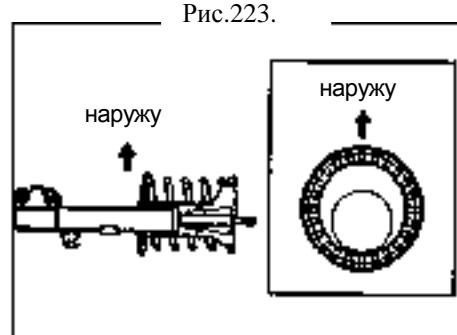

Рис.223.
- (e) Как показано на рисунке, установите верхний изолятор (рис.223).